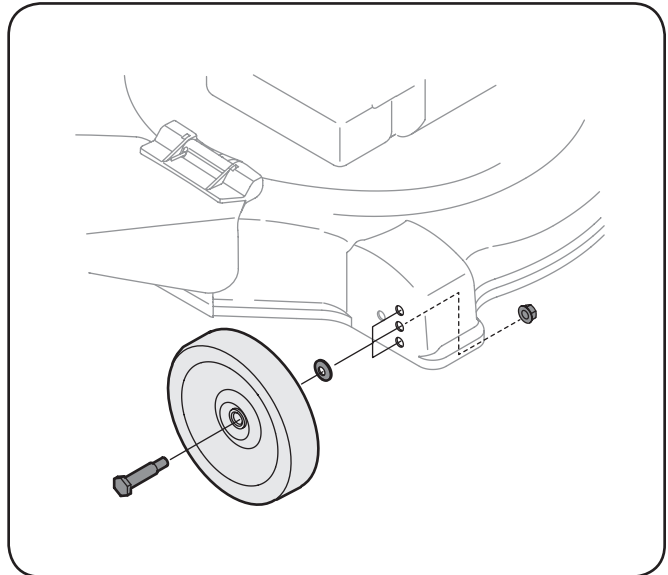

Figura 3-7
1. Saque los pernos del carro y el material relacionado de Las ruedas, tal y como se muestra en Figura 3-7.